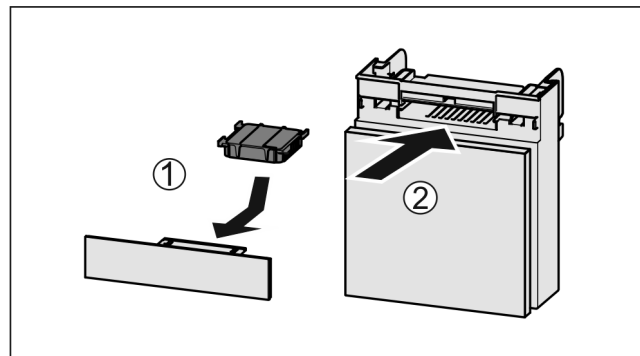

Fig. 77
- ▶ Introduceți Fig. 77 (1) filtrul de cărbune activ după cum se vede în figură.
- ▶ Împingeți Fig. 77 (2) compartimentul în interior.